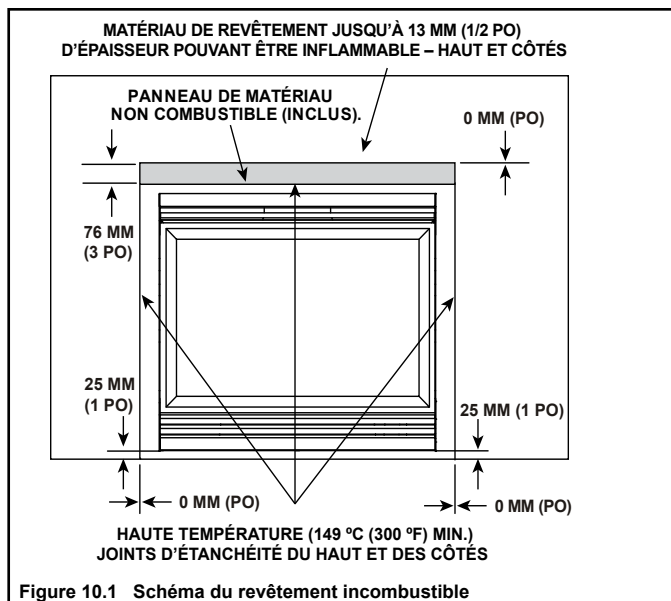

Figure 10.1 Schéma du revêtement incombustible
- Scellez les espaces entre le mur fini et le dessus ainsi que les côtés de l'appareil à l'aide d'un scellant résistant à une température minimale de 150 °C (300 °F). Reportez-vous à la Figure 10.1.